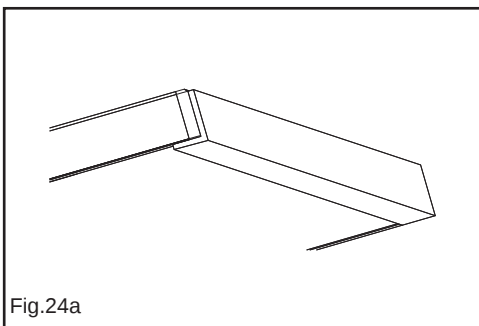

Fig.24a
- Coller le joint adhésif de protection au bouchon en verre (Fig.24a) .